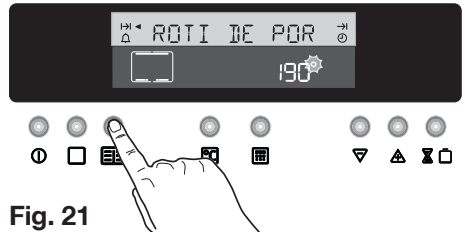

Fig. 21
2. Appuyez sur la touche  jusqu'à ce que la mention de la recette désirée s'affiche sur l'écran (Fig.21).